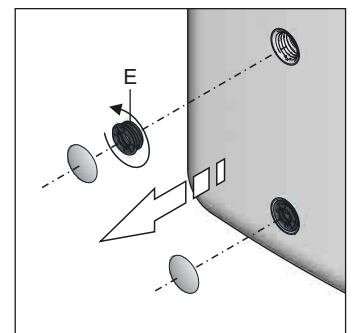

Fig. 6-2 Svitare il pezzo filettato
- **Con l'impiego di raccordo di riempimento KFE (accessorio KFE BA, 🛒 16 52 15):** smontare la lamiera di copertura della maniglia e svitare il pezzo filettato (fig. 6-2, pos. E) dal contenitore di raccolta.